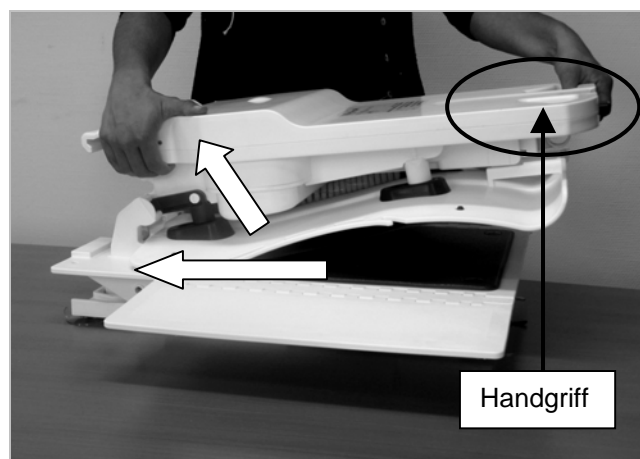

Bild 3
6. Nun mit der anderen Hand die Rückenlehne an den Handgriffen hoch schwenken (Bild 3) und soweit nach hinten bewegen, bis die Rückenlehne am Anschlag der Bodenplatte aufliegt.